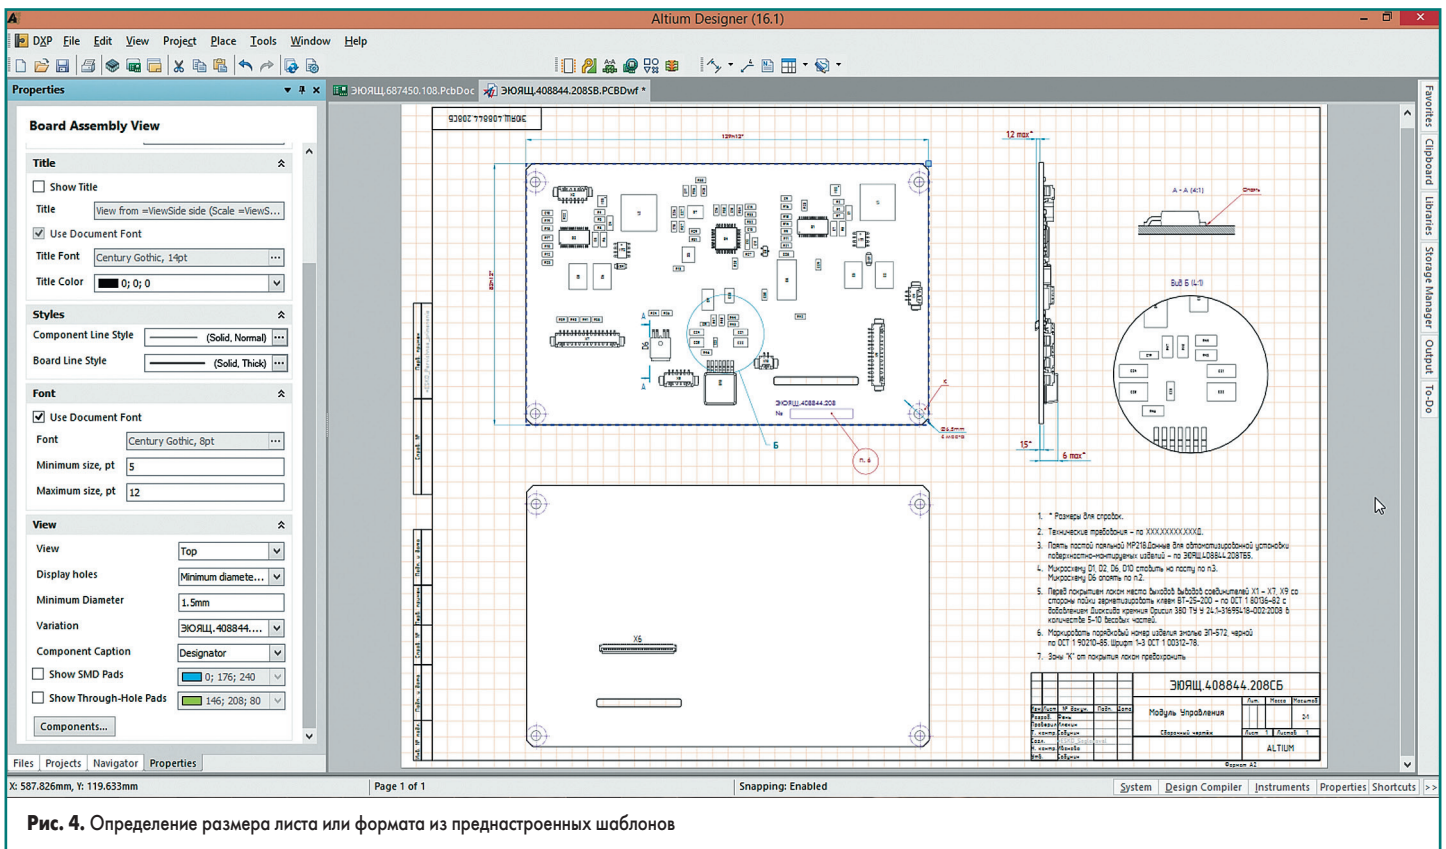

Рис. 4. Определение размера листа или формата из предустановленных шаблонов
- Format & Size — определение размера листа или формата из предустановленных шаблонов (рис. 4);
3. Команда Item Properties активирует рабочую панель редактора Properties с детализацией настроек текущего элемента чертежа (рис. 4). Для каждого элемента чертежа набор настроек индивидуален. Глобальная настройка элементов чертежа доступна в разделе DXF -> Preferences -> Draftsman -> Primitives Defaults.